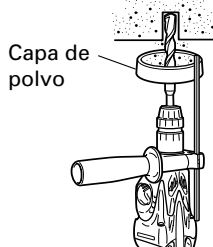
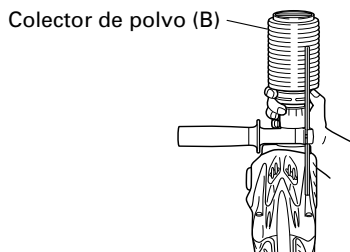

Fig. 4
Fig. 5
7. Cuando instale la copa de polvo o el lector de polvo (B) (Accesorios facultativos)(Fig. 4, Fig. 5)
Emplee la copa de polvo instalando la broca como se muestra en la Fig. 4.
Para emplear el colector de polvo (B), insértelo desde la punta de la broca alineándolo con la ranura de la empuñadura. (Fig. 5)